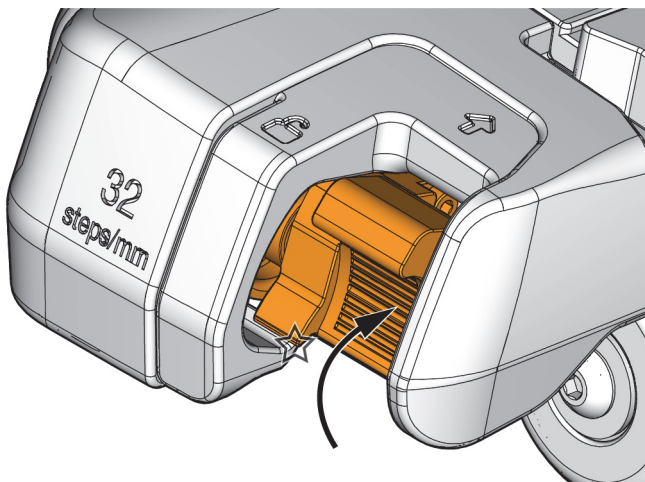

图 4-5 收起的步进编码器
- ◆ 向上推动编码器的拇指键，直到它卡在释放片上（参见第64页的图 4-5）。